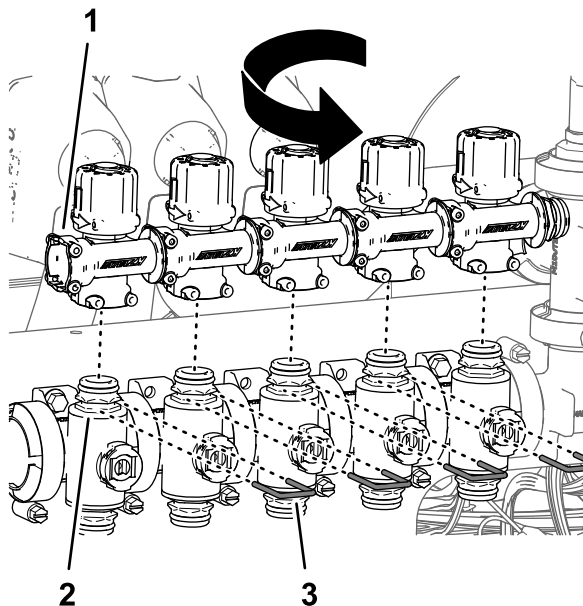

Figura 102
6. Ruotate le valvole di bypass di 180° e montatele sui raccordi a disinnesto rapido delle valvole di sezione (Figura 102).
7. Fissate le valvole di bypass alle valvole di sezione con i fermi (Figura 102) che avete rimosso al passaggio 4.
9. Montate i tappi sui raccordi a disinnesto rapido delle valvole di bypass per la valvola dell'ugello 5 e la valvola dell'ugello 6 con i fermi forniti con i tappi (Figura 102).